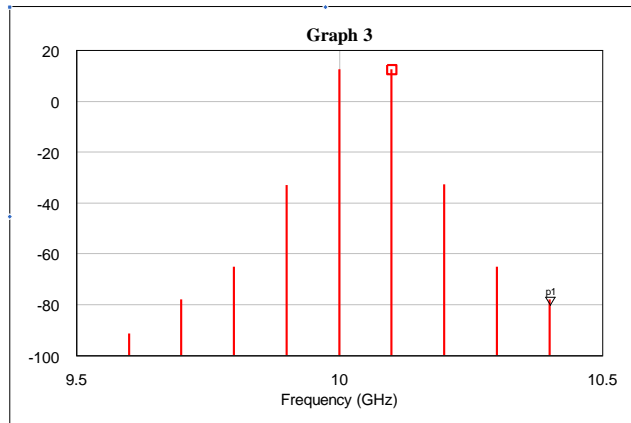

Рис.5
2.3.5 . Рассчитать и вывести на график спектр выходного сигнала при двухчастотном воздействии. Примерный вид характеристики показан на Рис.5